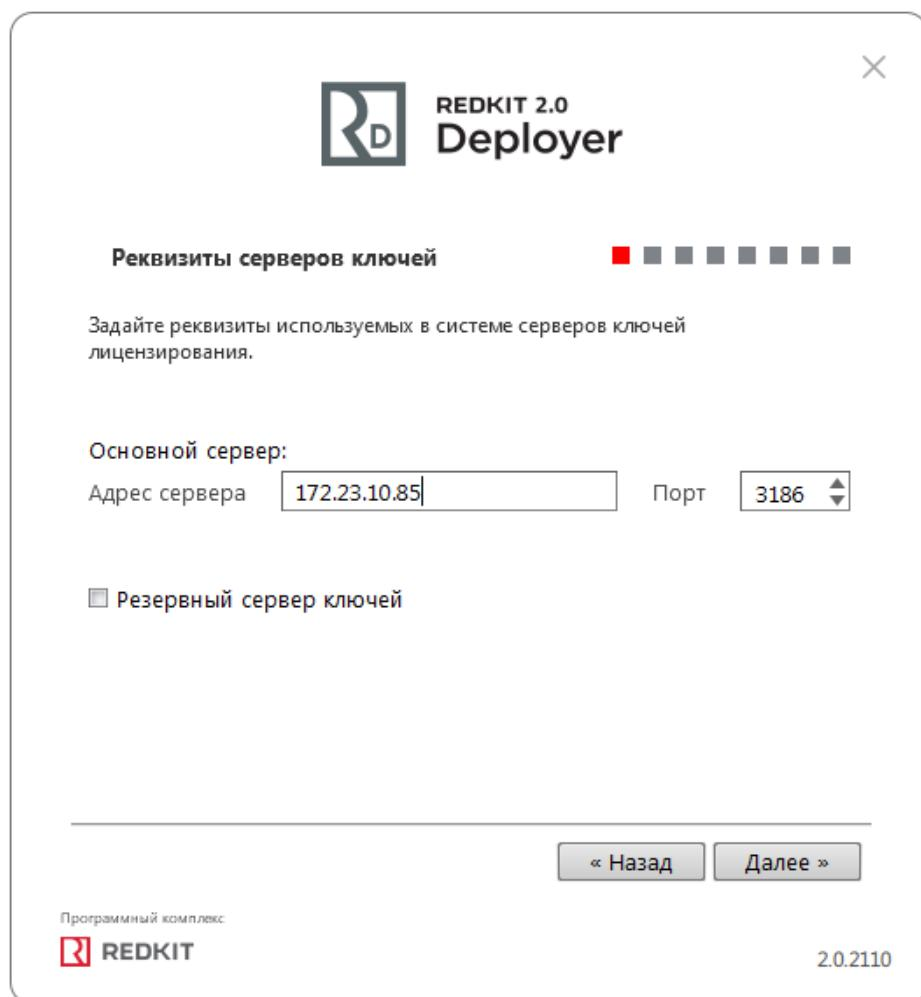

Рисунок 68 - Реквизиты серверов ключей
6. Укажите IP-адрес основного сервера ключей, порт оставьте по умолчанию. Нажмите "Далее" (Рисунок 68).